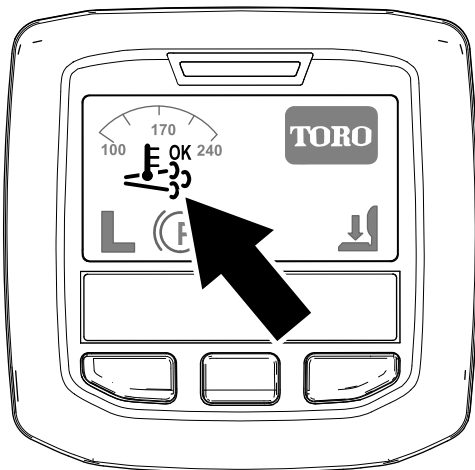

Figura 26
- O ícone da regeneração assistida/de reposição surge no InfoCenter (Figura 26).